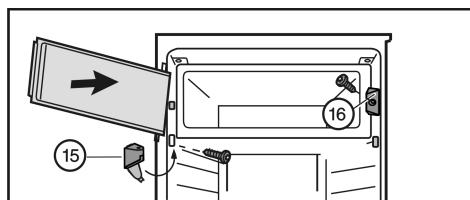

Fig. 8
- Встановіть замок Fig. 8 (16).
- Встановіть опорний кронштейн Fig. 8 (15) і закріпіть кришку.